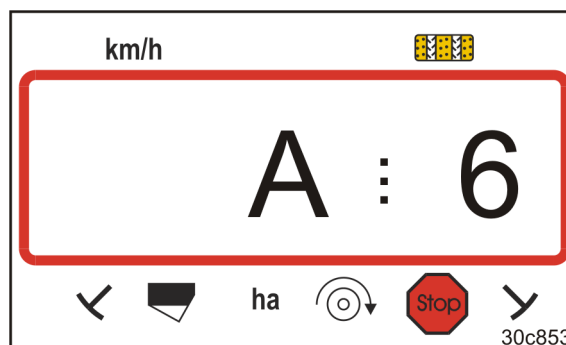

Fig. 32
- fremkommer visningen (Fig. 32)